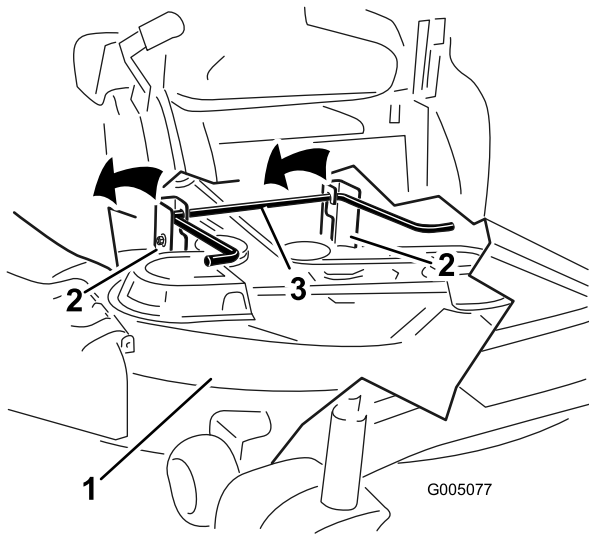

Figure 60
6. Soulevez et enlevez le tablier de coupe et les supports de la tige de levage arrière et abaissez la tondeuse au sol avec précaution (Figure 60).
- Soulevez l'arrière du tablier de coupe et guidez les supports sur la tige de levage arrière (Figure 60).